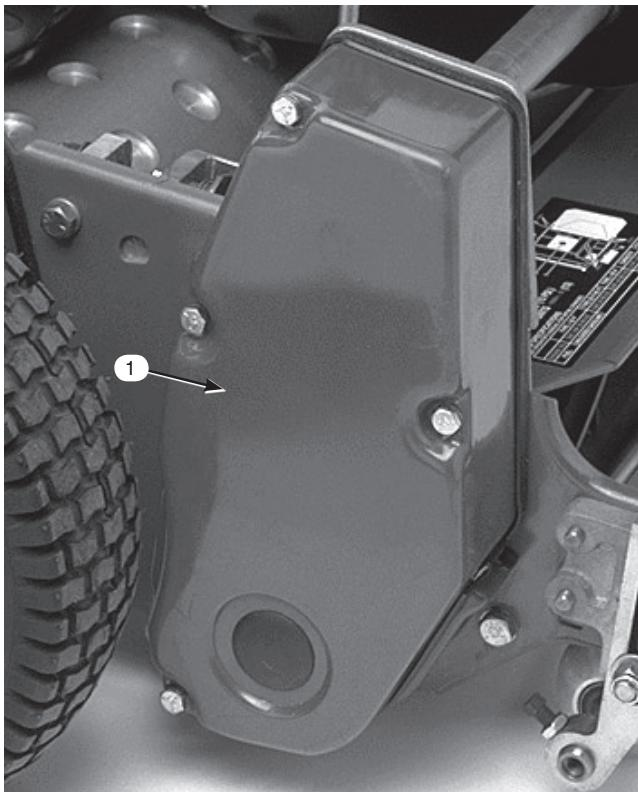

図34
1. ベルト・カバー取り付けネジ（図34）を外してベルトを露出させる。